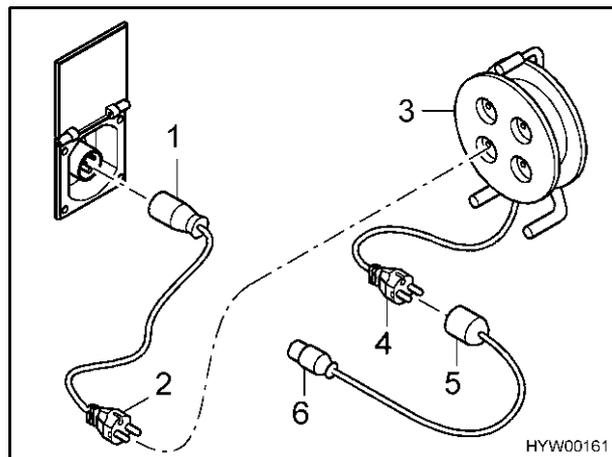

Bild 90 Anschlussmöglichkeiten 230-V-Anschluss
- Adapterkabel: CEE 17 Anschlusskupplung mit Schutzkontakt (Bild 90,1) – Stecker mit Schutzkontakt (Bild 90,2).
- Kabeltrommel: Steckdose mit Schutzkontakt (Bild 90,3) – Stecker mit Schutzkontakt (Bild 90,4).
- Adapterkabel: Anschlusskupplung mit Schutzkontakt (Bild 90,5) – CEE 17 Stecker mit Schutzkontakt (Bild 90,6).